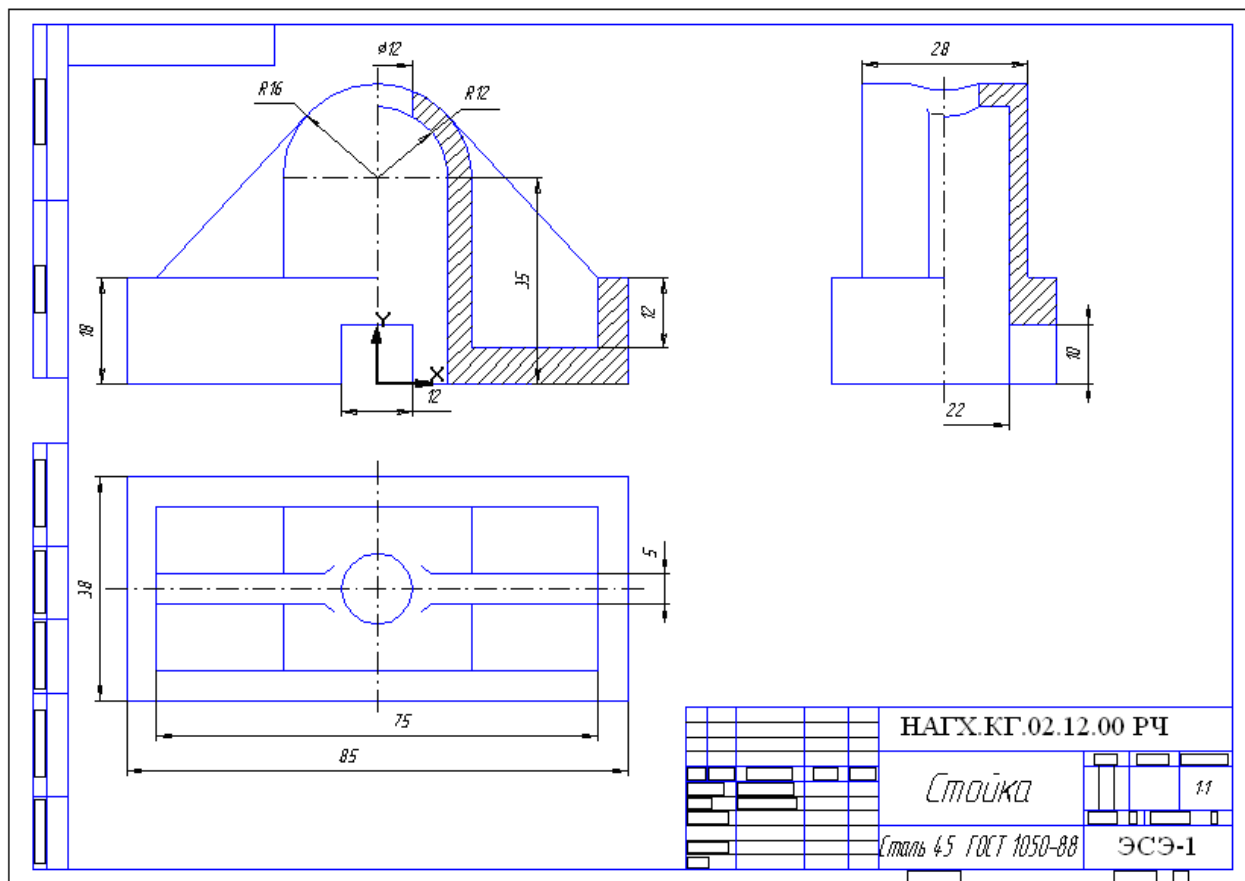

Рис. 86
10. Проставьте размеры и заполните основную надпись (рис. 86).